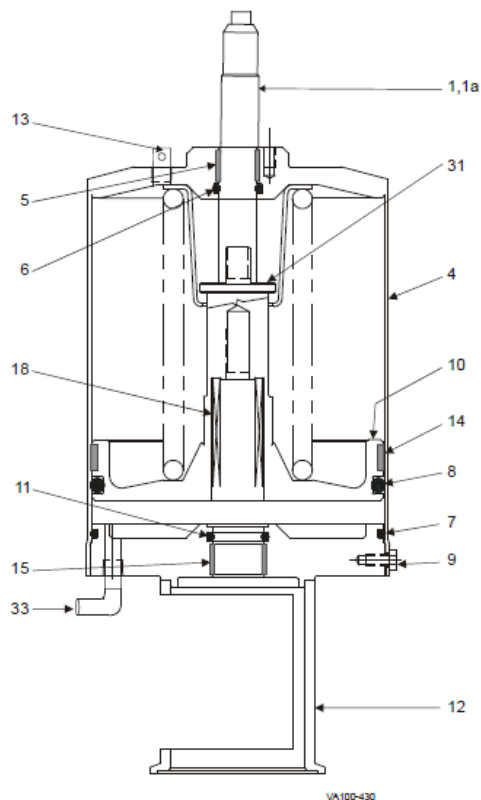

图 34—W71/W73 执行机构组件（非阀座提升式阀门）
1. 对于非阀座提升式阀门，应拆除有头螺钉（图 34，项目 9），并从气缸组件上拆下阀轭（项目 12）。将阀轭放到一旁。
2. 从气缸组件中拉出活塞和弹簧组件（图 34，项目 10）。
3. 对四个 O 型圈（图 34，项目 6、7、8 及 11）进行检查。如果出现磨损或受损，则对它们进行更换。
4. 对三个轴承（图 34，项目 5、14 及 15）进行检查。如果轴承没有稍微延伸到金属表面边缘的上方，则更换轴承。
6. 按照图 34 中显示的方式，装配叠放部件。安装阀轭和有头螺钉。
- 拆下小弹簧 (图 35, 项目 18)。在 W71/W73 阀门上, 还应拆下衬套 (图 34, 项目 28)。